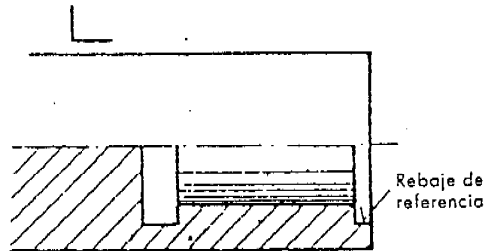

Figura 3
- c. Haga el canal de salida y el rebaje de referencia ( Figura 3 ).